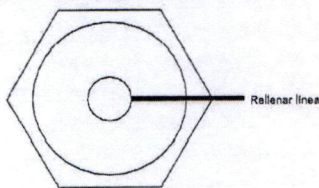

Figura 12
4. Inicie la unidad y déjala funcionar durante varios minutos. Apague el compresor de aire y vuelva a verificar el nivel de aceite. Si es necesario, agregue más aceite. (Figura 12)